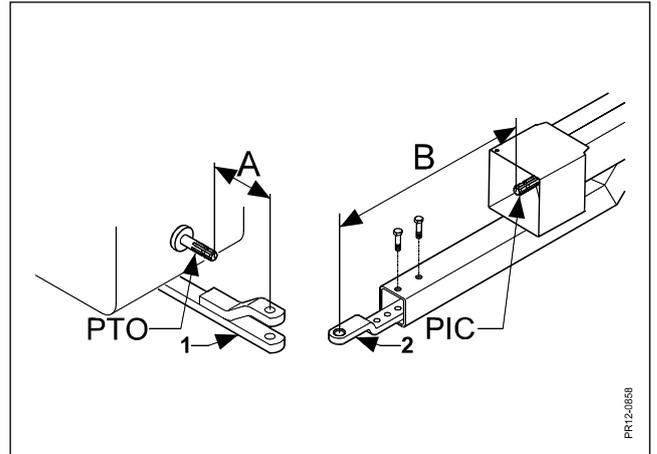

Fig. 2-8
Fig. 2-8 Régler la barre oscillante du tracteur (1), pour que la distance "**A**" soit aussi courte que possible. Régler la barre d'attelage de la machine (2), pour que la distance "**B**" soit la plus longue possible. La barre d'attelage de la machine (2) doit être orientée, pour que l'arbre de prise de force soit aussi proche de l'horizontale que possible. (NB: Les réglages de la barre d'attelage **doivent** toujours être bloqués avec 2 boulons).